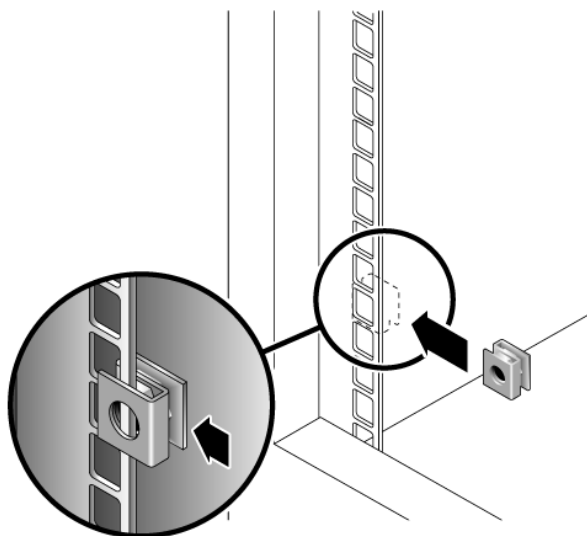

図 2-27 キャビネット背面でのキャビネットレールへのケージナットの取り付け
4. キャビネット背面の対応するキャビネットレールにおいて、トレイを取り付ける 3RU キャビネットスロットの真ん中の取り付けユニットの一番下の穴にケージナットを取り付けます (図 2-27)。